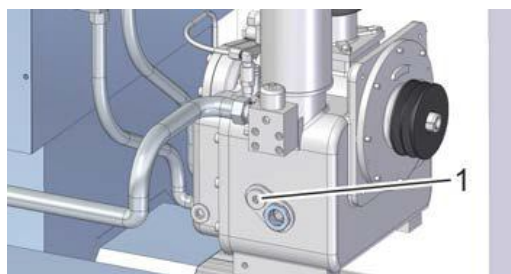

Рис. 35: Пробка наливного отверстия
5. ➔ Ослабьте пробку наливного отверстия (Рис. 35/1), осторожно откройте, не потеряв уплотнительное кольцо.